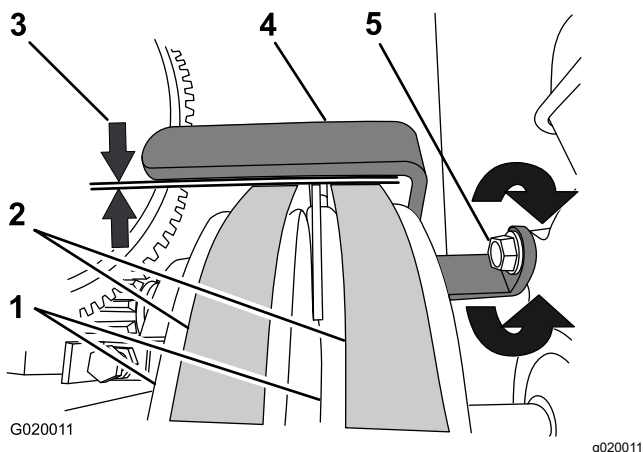

Figura 69
6. Compruebe que la holgura entre la guía de las correas y las correas es de 2.5 mm a 4.0 mm (3/32" a 5/32"); consulte Figura 69.
- A. Afloje el perno que sujeta la guía de las correas al motor (Figura 69).
de 2.5 a 4 mm (3/32" a 5/32") entre la guía y cada correa (Figura 69).
- C. Apriete el perno que sujeta la guía de las correas al motor (Figura 69).